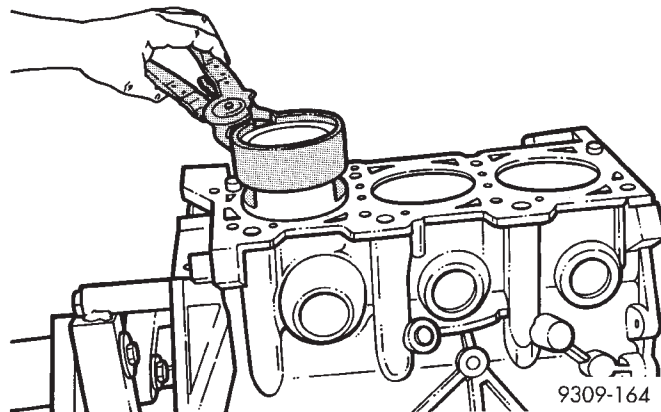

Abb. 99 Kolben einbauen
(3) Vor dem Anbringen des Kolbenring-Spannbands sicherstellen, dass die Enden des Expanderrings/Ölabstreifring auf Stoß stehen. Die Stöße der Abstreifschneiden müssen so angeordnet sein, wie in (Abb. 99) gezeigt.
(4) Kolbenkopf und Ringe in frisches Motoröl eintauchen, Spannband über den Kolben schieben und mit dem speziellen Schlüssel festziehen. **Darauf achten, dass die Anordnung der Ringe während dieses Vorgangs unverändert bleibt.**